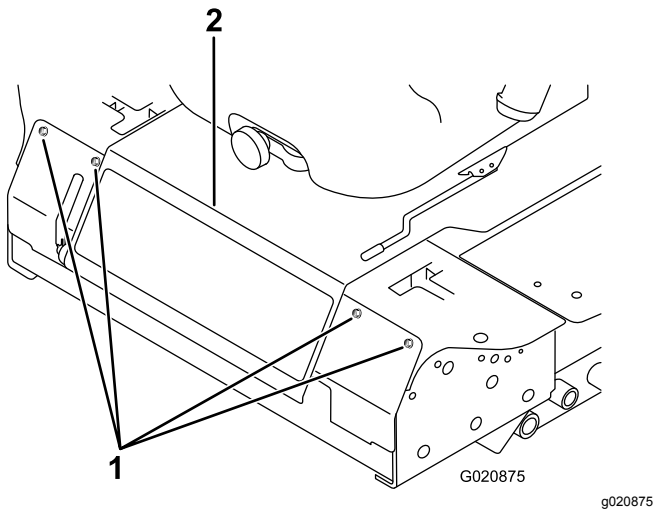

Figura 43
2. Afloje los pernos del panel delantero y retire el panel (Figura 43).